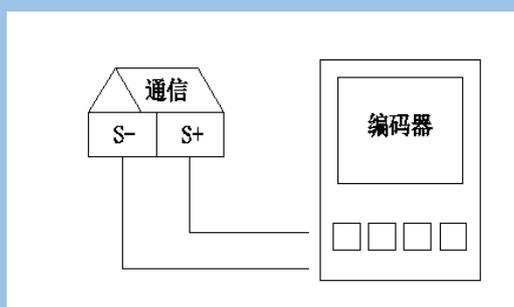

图 2: 编址示意图
(1) 首先必须用编码器编制传感器的总线地址,通过总线连接编码器进行编址(如图 2 所示)。